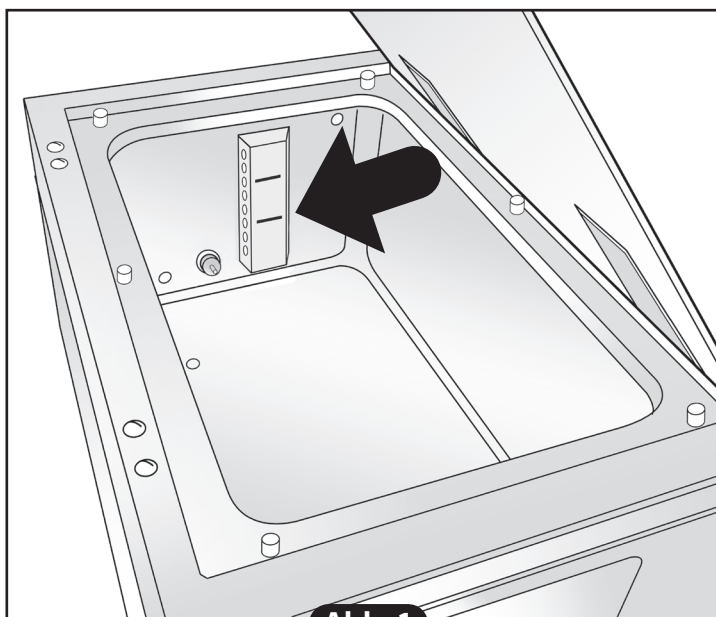

Abb. 1
- Füllstandsanzeiger Ausführung Basis (**Abb. 1**).